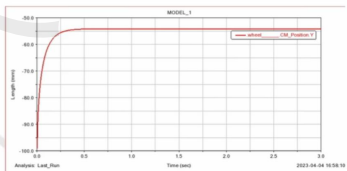

图 3.2.13 轮系悬挂压缩的竖直方向位移
②整车飞坡校验：
- 由曲线图3.2.13可以观察到在所设的悬挂参数下，竖直方向位移约为 44mm，实际考虑到各连杆轴处的阻尼和防撞导轮的添加，悬挂的压缩量可能更小，因此上文所述的瓦特连杆悬挂设计校核通过。